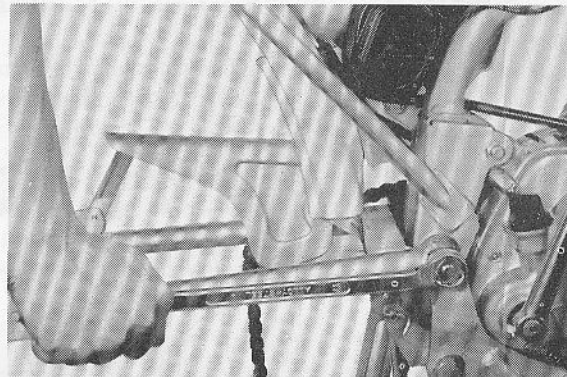

Fig. 5-9-2
1. Remove nut on swing arm pivot bolt and tap out bolt with a long aluminum or brass rod. (Fig. 5-9-2)
1. Retirer l'écrou sur le boulon de pivot de bras oscillant et sortir le boulon en tapant avec une tige longue en aluminium ou en laiton. (Fig. 5-9-2)